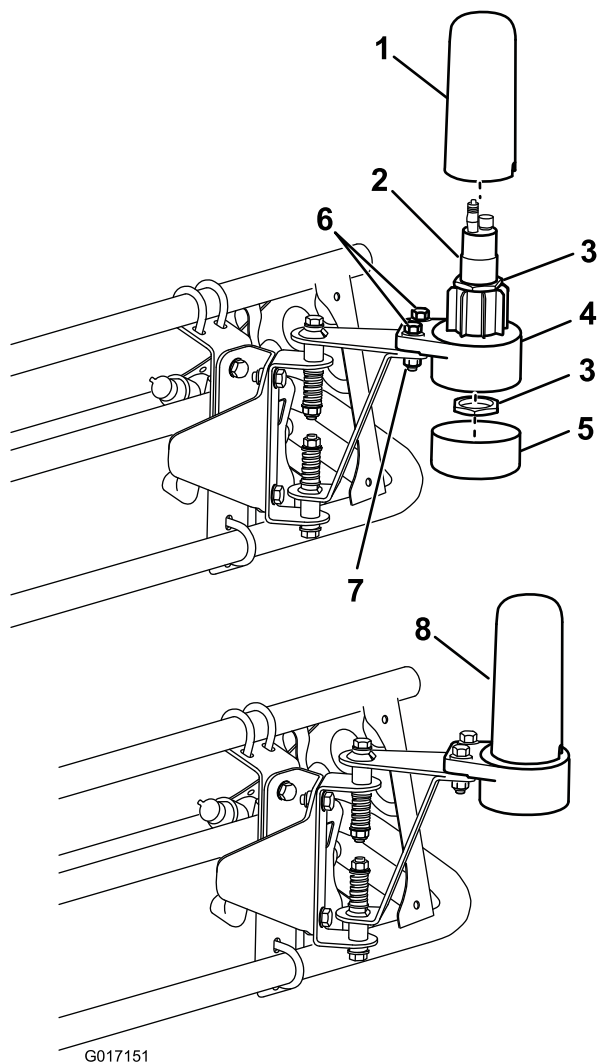

Figura 10
4. Montate il vano del sensore inferiore sulla bulloneria di montaggio del sensore con 2 bulloni (5/16 x 1/4 poll.) e 2 controdadi (5/16 poll.) (Figura 10).
6. Montate il sensore sul relativo vano inferiore e fissatelo con 2 dadi grandi forniti con il sensore medesimo (Figura 10).
7. Montate il tubo del tappo e il coperchio (Figura 10).